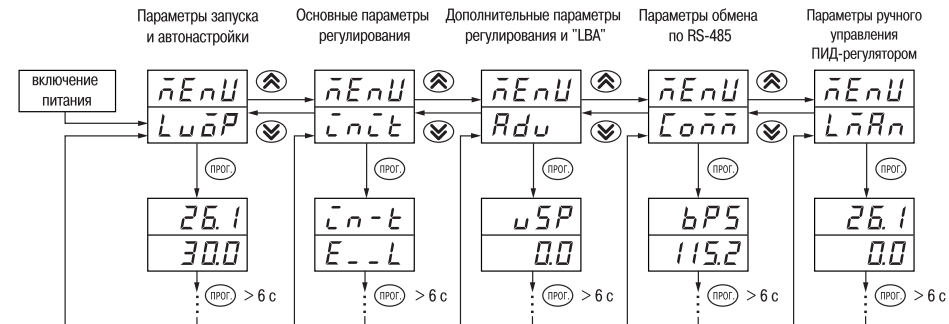

Рис. 24
6.1.2. Основные параметры прибора ТРМ101 объединены в 5 групп: **LuōP**, **ċnċt**, **Adu**, **Coññ** и **LñĀn**, составляющих меню прибора (**рис. 24**). Полный список программируемых параметров приведен в прил. Г.